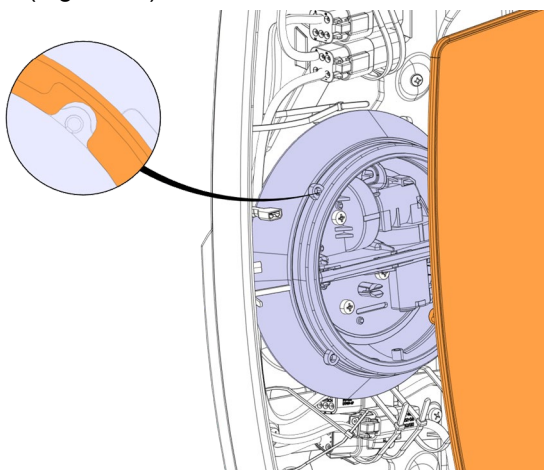

FIGURE 92
8. Installer les nouvelles goupilles de miroir en verre (4x) dans les trous du moteur (4x) (Figure 92).